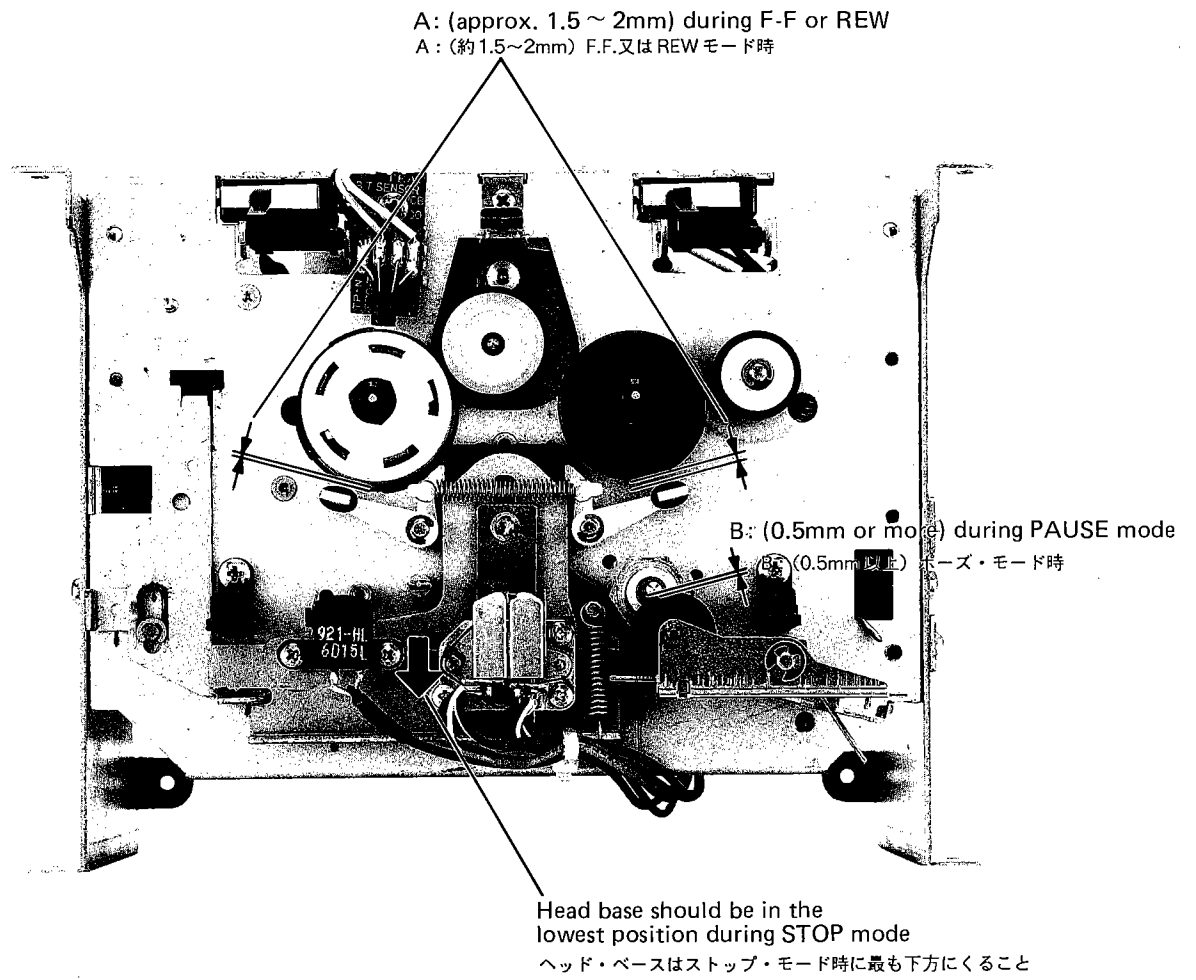

Fig. 5-7
- a) A clearance between brake drum and brake pad ("A" in Fig. 5-7) of approx. 1.5 to 2 mm.
- ブレーキ・ドラムとブレーキ・パッドのすき間 (図5-7のA) が約1.5mm~2mmであること。
2. Set the deck to PAUSE mode and observe the clearance between the pinch roller and capstan shaft ("B" in Fig. 5-7). It should be 0.5 mm or more.
2. ポーズ・モードの時にピンチ・ローラとキャプスタン・シャフトの間隔 (図5-7のB) が約0.5mm以上であるか確認する。